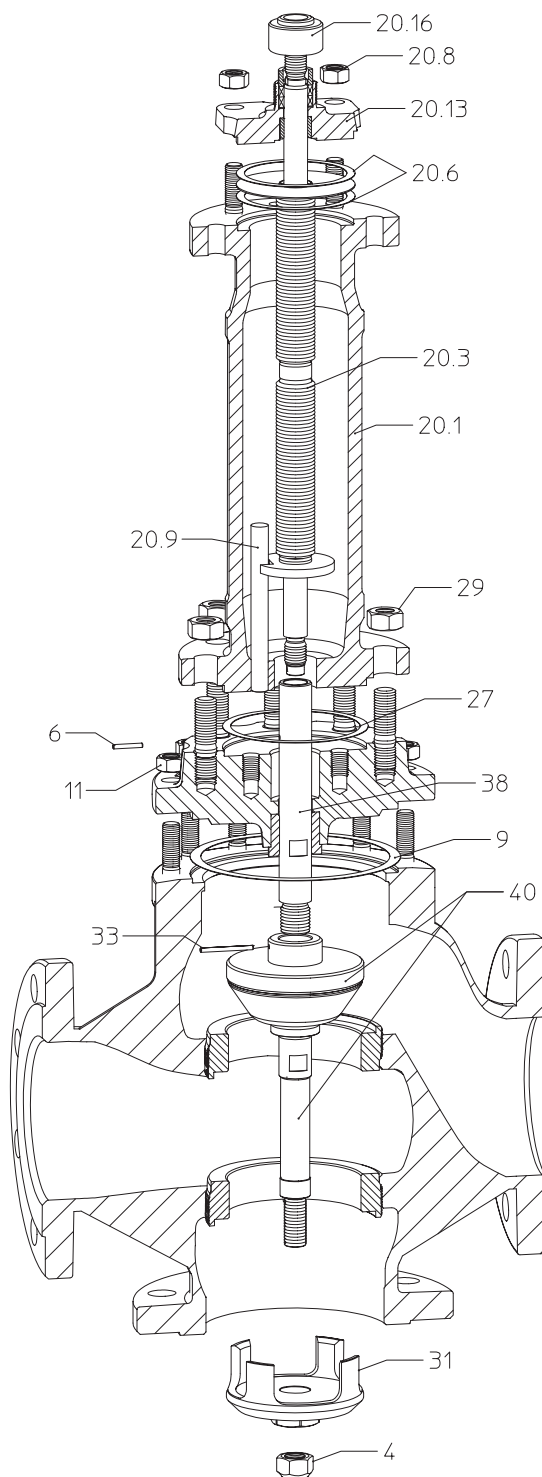

Fig 19: BR 451 DN125v-150v med fördelningskägla
- Lossa förskruvningen (pos 20.17) resp överfallsmuttern (pos 20.16) ca 1 varv.
- Skruva ut den undre sätesringen (pos 2) (OBS! punkt 7.2) - erfordras inte vid utförande med fördelningskägla (Fig 18, Fig 19).
- Skruva av muttern (pos 4) och håll emot vid nyckelgreppet (spindel upptill).
- Demontera käglan (pos 3 resp 31).